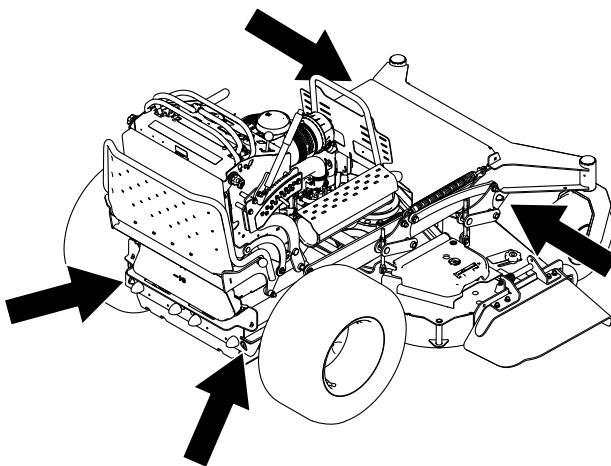

Figura 30
7. Amarre la máquina cerca de las ruedas giratorias delanteras o los orificios del bastidor delantero, y junto a los orificios del parachoques trasero con correas, cadenas, cables o cuerdas (Figura 30). Consulte la normativa local respecto a los requisitos de amarre.